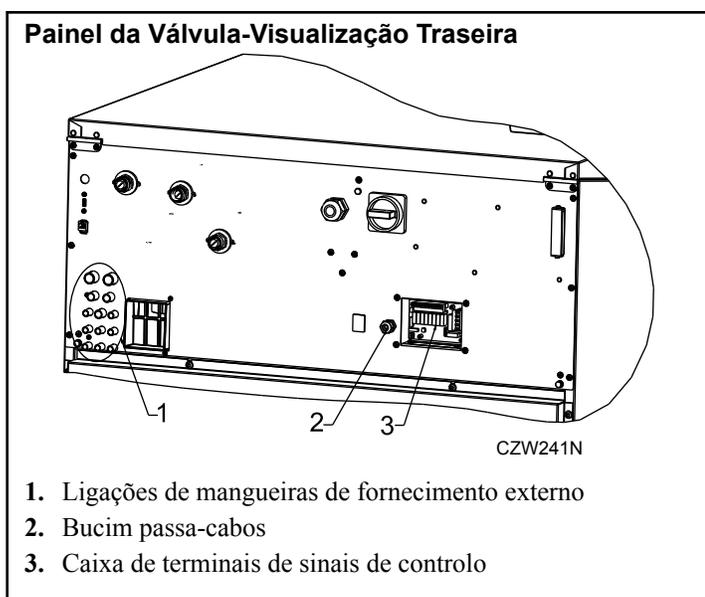

Figura 36
1. De frente para a parte de trás da máquina, localize as oito (8) ligações de mangueira de fornecimento de 8 mm [5/16 polegadas] que se encontram no lado esquerdo do painel de válvulas. Consulte *Figura 36*.
A ligação eléctrica para os sinais de controlo de alimentação (se utilizada) está disponível no painel traseiro. Consulte *Figura 36*. Na caixa de terminais, existe uma etiqueta para a ligação eléctrica.
Esta função pode ser ativada por um contacto exterior ligado entre os pinos ↑ e ↓. Ver *Figura 36*. Esta ligação é possível apenas com máquinas que tenham sido encomendadas com a opção "Atraso de aquecimento / À espera de detergente."